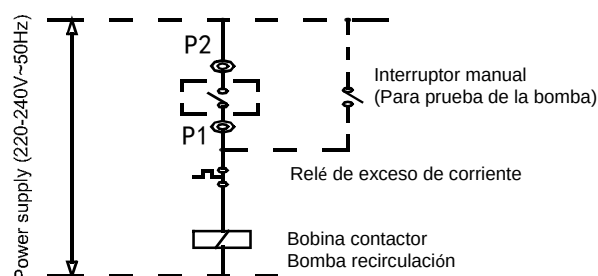

Fig.5-3
Paso 11. La conexión de los cables de la bomba de recirculación se realizará a los terminales P1 y P2 de la unidad principal (Maestra), a través de un contactor externo, tal y como se muestra en la Fig. 5-3.